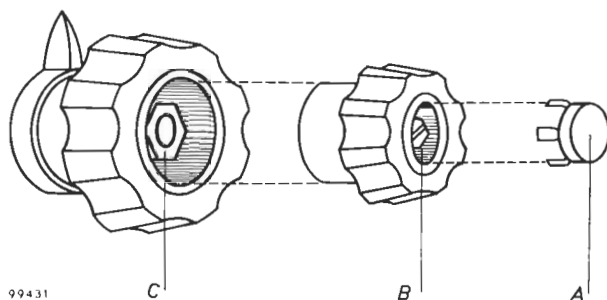

Fig. 21 99431
B. HET VERWIJDEREN VAN DE KNOPPEN (zie fig. 21)